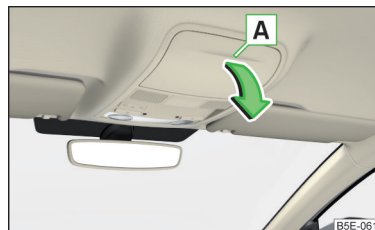

Fig. 107
- Para **abrir**, presionar sobre la tapa del compartimento para gafas en la zona **A**. El compartimento se abre en el sentido de la flecha » fig. 107.